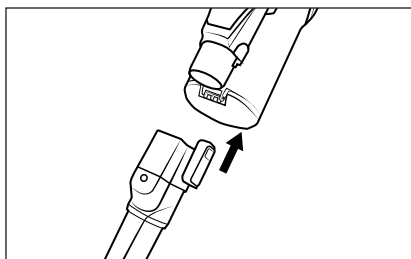

Fig. 14
- Utilizați duza cu perie rotundă ①④ cu perii tari pentru îndepărtarea murdăriei depuse în profunzime în covoarele dese sau în interiorul mașinilor foarte murdare. Peria atașabilă poate fi înlăturată de pe duză pentru a aspira în orificiile rotunde sau compartimentele de depozitare din mașină, de exemplu.
- ◆ Împingeți accesoriul în țeava de aspirare ②④ sau în orificiul de aspirație al aparatului până se aude un clic sonor și se fixează (a se vedea fig. 14). Atenție la poziția de fixare corectă.